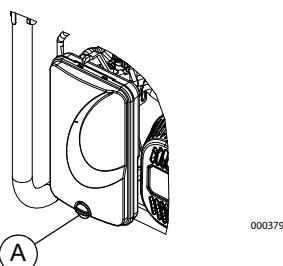

Figure 4-3. Assemblage du filtre à air
1. Voir la **Figure 4-3**. Tournez le bouton (A), puis retirez le couvercle du filtre à air.